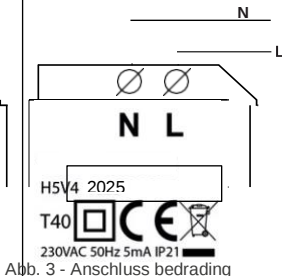

Abb. 3 - Anschluss bedrading
- Befestigen Sie den Wandrahmen (A) mit den Schrauben (F) an einer Unterputzdose in der Wand.
- Führen Sie die Verdrahtung durch den Abdeckrahmen (X).
- Montieren Sie die Verdrahtung am Modul (B) gemäß Abbildung 3. Es wird empfohlen, eine AWG12-24 0,2-2mm² Verdrahtung zu
- Befestigen Sie das Modul (B) mit den mitgelieferten Schrauben (E) am Wandrahmen (A).
- Legen Sie die vordere Abdeckung (C) auf das Modul (B).